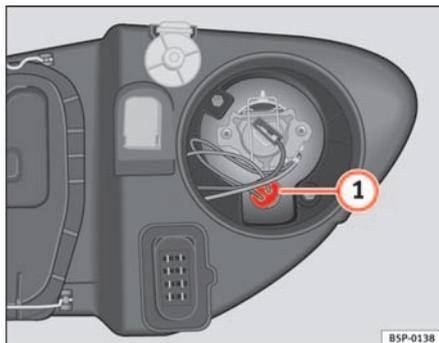

Fig. 180 Feu de position
- Retirez le porte-lampes ⇒ fig. 180 ① vers l'extérieur.